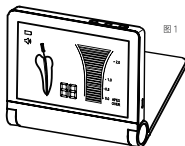

图1
1) 连接测量线：将测量线接头安全地插入主机的测量线接口。（图 1）